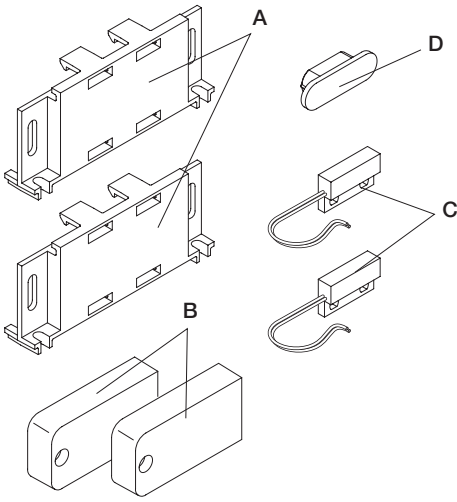
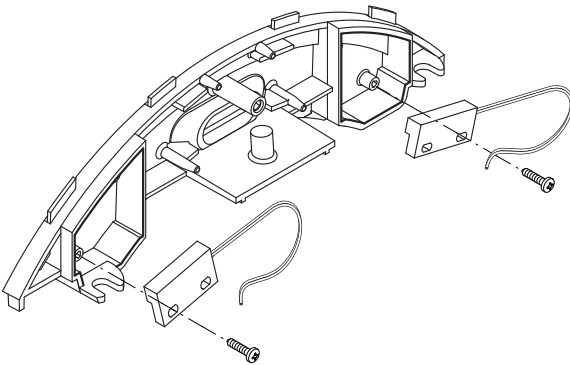

Fig.1
Fig.5
- 2 Halterungsmagneten aus Kunststoff die an den Bügeln des Endschalters oder an die Zahnstange (Abb.1-“A”) befestigt werden.
- 2 Kunststoffhalterungen für die magnetischen Sensoren (Abb. 1-“B”)
- 2 magnetische Sensoren mit Kontakt N.C. – Ruhekontakt (Abb. 1-“C”)
- 1 Verschluss für den Federsitz (Abb. 1-“D”).
- 1 Die Sensoren an die Sitze der Endschaltheralterung wie in Abb. 5 gezeigt, befestigen. Die Halterungen “B” in Abb. 1 werden nicht benötigt.
Die Magneten werden in speziellen Halterungen eingebaut (Abb. 1-“A”) die an den Bügeln der Endschalter oder an der Zahnstange positioniert werden und die das Umschalten steuern, wenn sie sich den Sensoren nähern.